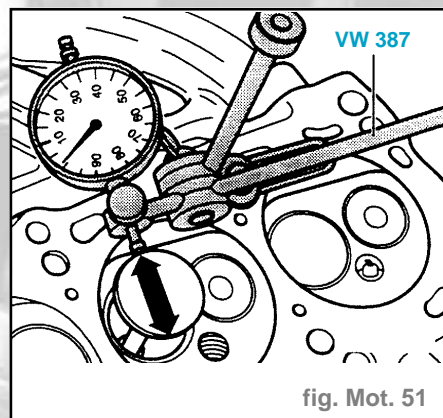

fig. Mot. 51
- Placer une soupape neuve dans le guide. L'extrémité de sa tige doit coïncider avec le guide. Étant donné la différence de diamètre des tiges, placer uniquement une soupape d'échappement dans un guide d'échappement (fig. Mot. 51).